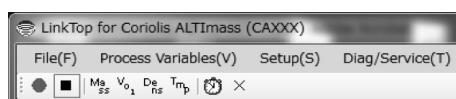

図18
- ① 画面上部メニューの「Chart and Recording」をクリックし、「Active」を選び再度クリックすると、画面上部に図18のようなツールバーが表示されます。